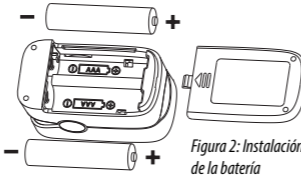

Figura 2: Instalación de la batería
A. Coloque dos pilas AAA en el compartimiento de las pilas con las polaridades correctas (Figura 2). B. Empuje la tapa de la batería horizontalmente a lo largo de la flecha que se muestra a la derecha.